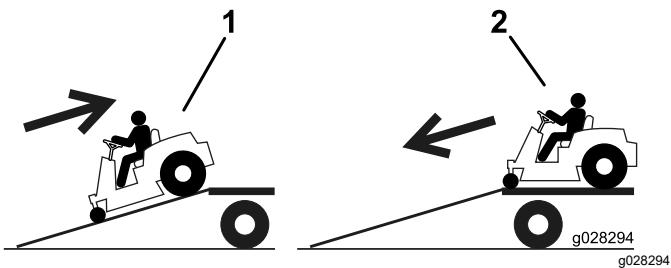

Figure 28
2. Descendez la rampe en marche avant (Figure 28).